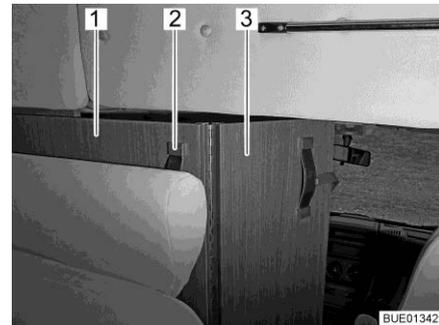

Fig. 53 Separación de la cabina del conductor
- Coger la separación de la cabina del conductor (Fig. 53,1) por el asidero (Fig. 53,2) y tirar hacia atrás hasta que el borde de la separación de la cabina del conductor se encuentre aproximadamente a la altura del respaldo del banco (Fig. 53).
- Desplegar la parte plegable de la separación de la cabina del conductor (Fig. 53,3) entre los asientos de la cabina del conductor.